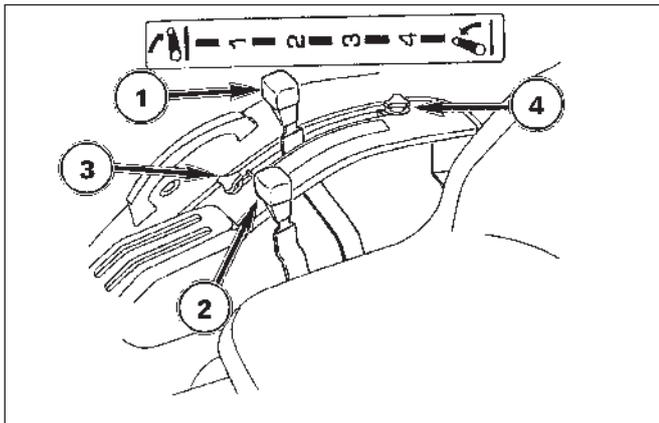

FIG. 5-37
**FIG. 5-37:** Positions du levier – Utilisez le levier de position, 1, pour lever et abaisser l'équipement et le levier de labourage, 2, pour régler la profondeur de labourage et la sensibilité du système dans le sol.